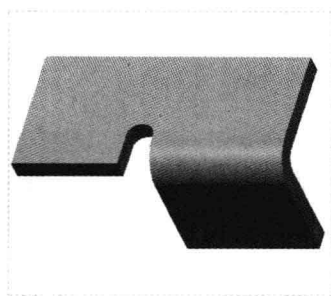

图 6-3 图形文件
Step 01 按【Ctrl+O】组合键，打开图形文件，如图 6-3 所示。